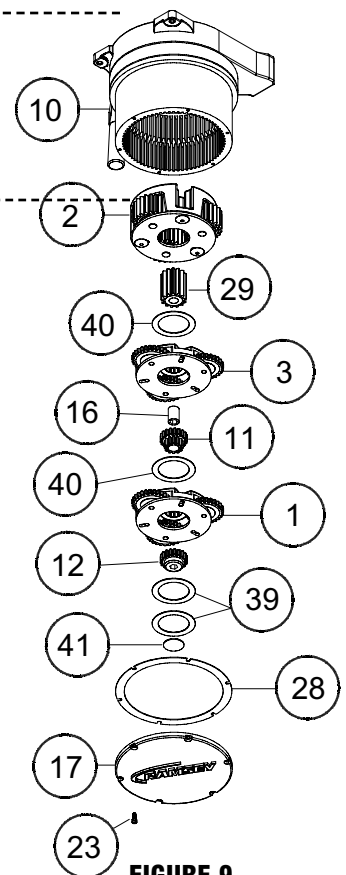

FIGURE 9
3. Soulever délicatement le logement de l'engrenage en manipulant les éléments internes (roues, bagues, etc.) de manière à ce qu'ils s'empilent sur l'établi (figure 9).